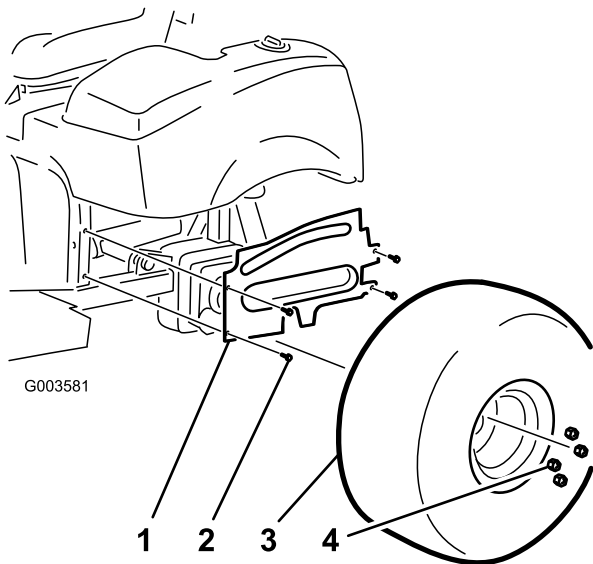

Bild 5
4. Nehmen Sie die Bundkopfschrauben ab, mit denen die linke Radabdeckung am Rahmen befestigt ist (Bild 5). Nehmen Sie die Radabdeckung und die Befestigungen ab und bewahren sie auf.